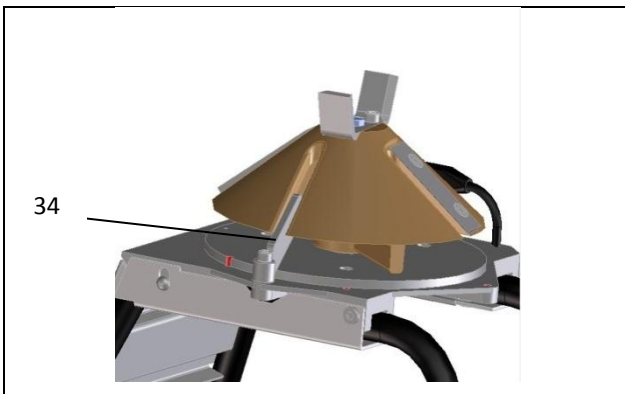

Bild 7: Kegelkopf-Stopp
2. Zum Arretieren des Kegelkopfes den Kegelkopf-Stopp (→Bild 7, [34]) fest an den Motorflansch anschrauben.